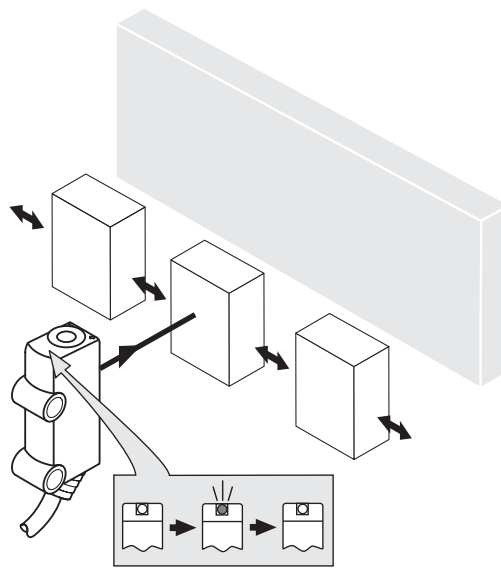

Figura 24: Direção preferencial
4. Observar a direção preferencial do objeto em relação ao sensor. ver figura 24, página 70